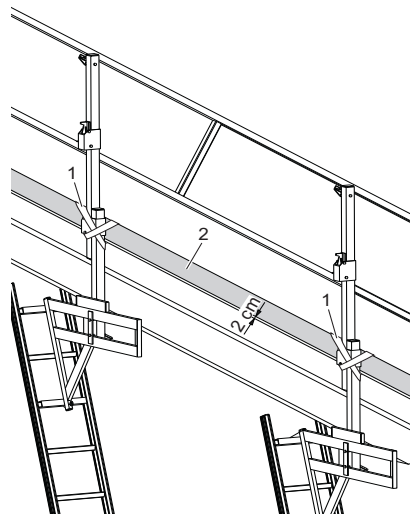

Abb. 14: Bordbrett montieren
- ▶ Bordbrett (Abb. 14/2) (Holzdiele; Mindestmaße 15 cm × 2,5 cm) mit Zurrgurten (Abb. 14/1) an Konsolenpfosten befestigen.
Der Spalt zwischen Bordbrett (Abb. 14/2) und Dach darf max. 2 cm betragen.